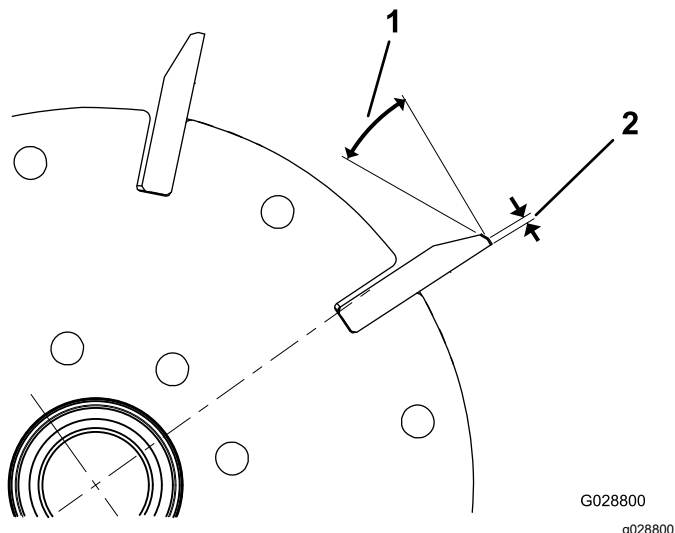
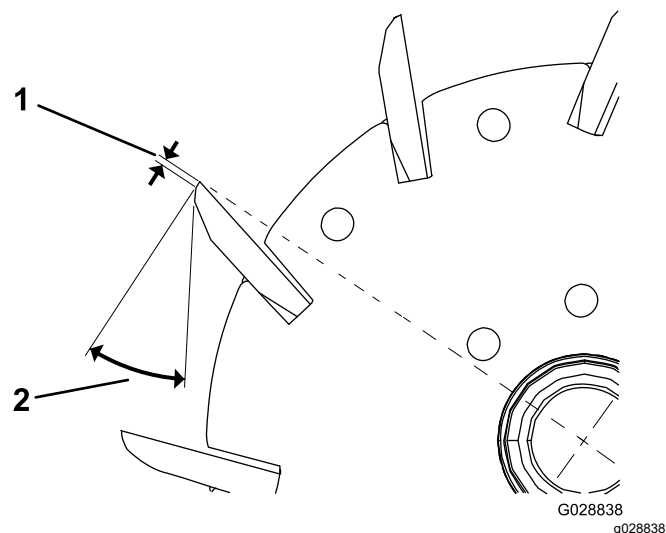

Figura 34
Figura 35
1. Aplique uma amolação de 30° em todas as lâminas do cilindro até a largura ser 1,3 mm (Figura 34 e Figura 35).